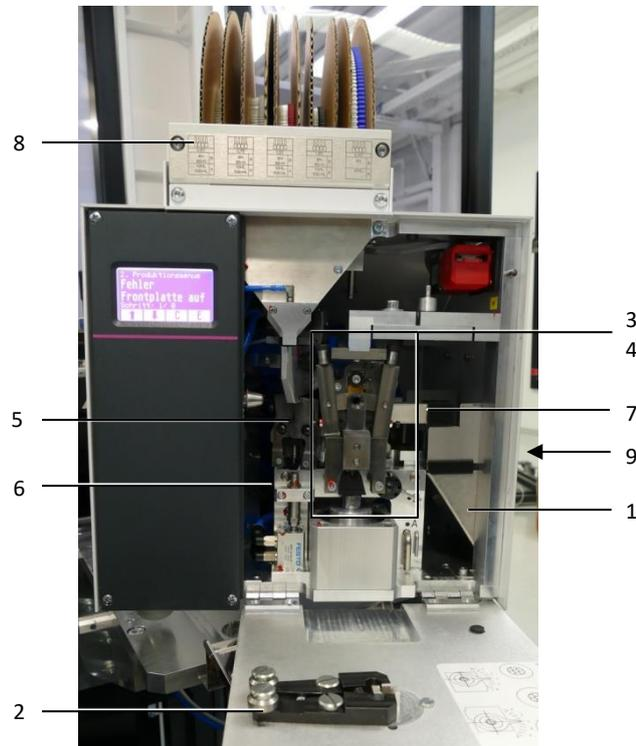

Abb. 21: Übersicht der Wartungspunkte
- Lösen Sie die Schrauben und entfernen Sie die Abdeckung (Abb. 21, Pos. 8)